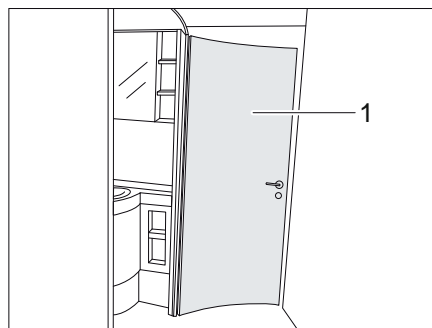

Bild 164 Raumbad
Die Tür des Toilettenbereichs (Bild 164,1) lässt sich je nach Ausstattung in 1-3 verschiedenen Öffnungsweiten zu einem Raumbad arretieren. Je nach gewählter Öffnungsweite werden verschiedene Raumteile miteinander verbunden.
- ▷ Die Tür des Toilettenbereichs (Bild 164,1) darf während der Fahrt nicht als Raumtrenner verwendet werden. Tür in Grundstellung bringen (Toilettenbereich isoliert).